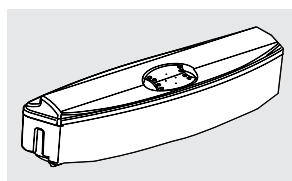

Figura 44
- Cierre la tapa que cubre la abertura que se utiliza para el abastecimiento del tanque después de llenar. (Figura 44).